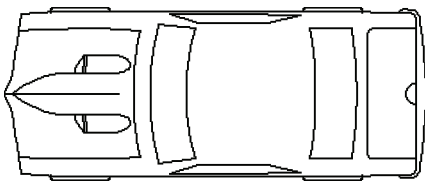

图 9-49 练习图形 1
(8) 打开“9_ex8.dwg”练习文件，练习将图 9-49 所示的跑车俯视图图形创建成图块，并在图形中练习插入块的操作。